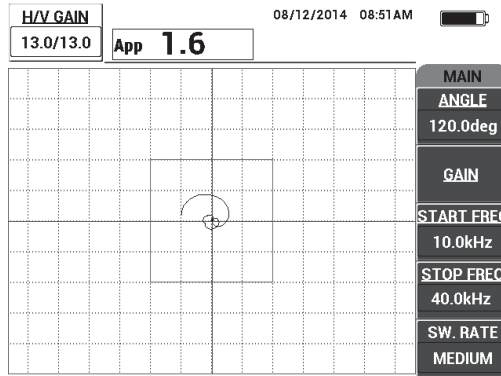

Figura 6-19 Il tracciato tra due frazioni
2. Posizionare l'estremità della sonda su una zona priva di difetti del campione, premere il tasto **GAIN (dB)** ed in seguito usare la manopola per regolare il guadagno fino a quando il tracciato si posiziona tra due frazioni all'interno della finestra di allarme (vedere Figura 6-19 a pagina 150).